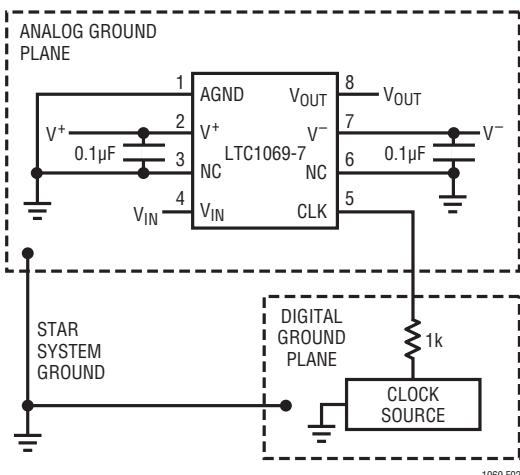

図2. 両電源動作用の接続
**V+、V-(ピン2、7):** 電源。V+(ピン2)およびV-(ピン7)は0.1μFのコンデンサで、適切なアナログ・グランドにバイパスしなければなりません。フィルタの電源は他のデジタル電源や高電圧アナログ電源から分離する必要があります。低ノイズのリニア電源を推奨します。スイッチング電源を使用すると、フィルタのSN比が低下します。以前のモリシック・フィルタとは異なり、どのような順序でも電源を印加できます。つまり、正電源を負電源よりも前に、あるいはその逆に印加することができます。図2は両電源動作用の接続を示します。